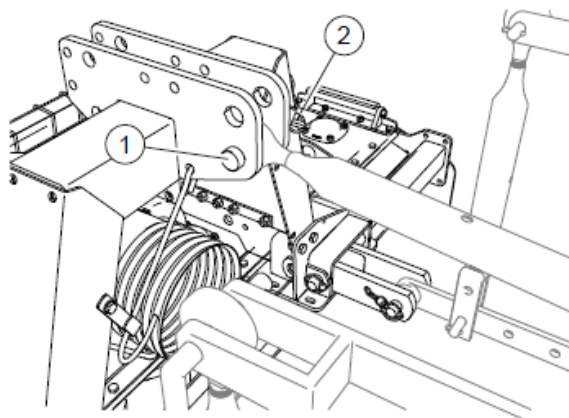

FIG. 19
- Approcher le tirant du relevage à l'attelage trois-points ("Fig. 19"). Régler le tirant de façon à ce que la machine reste positionnée à terre. Insérer l'axe d'attelage (1). Bloquer l'axe avec la goupille à dé clic (2) fournie en équipement.